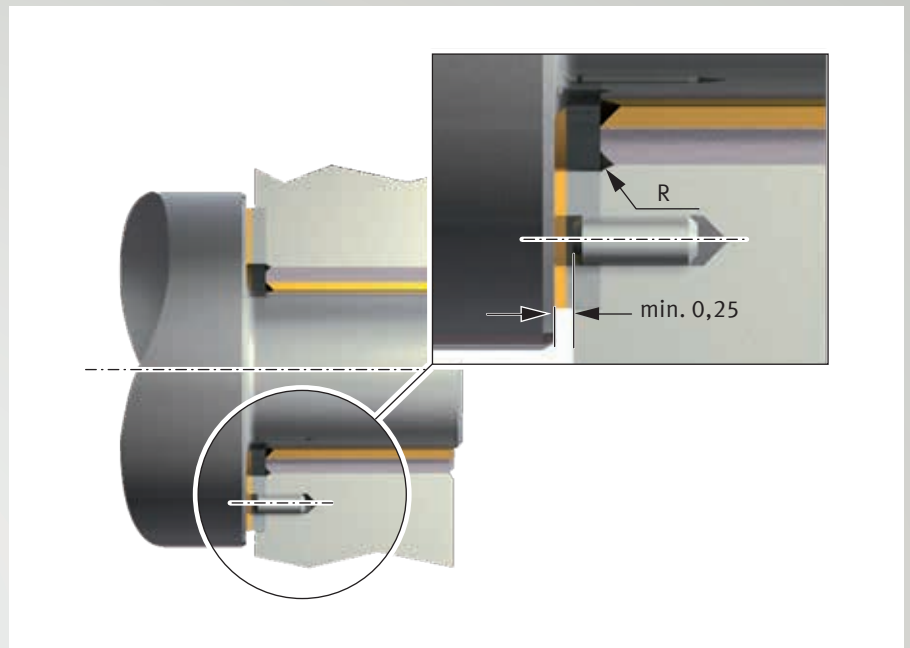

Abb. 41: Befestigen einer Anlaufscheibe PAW in einer Ausnehmung im Gehäuse
- konzentrischer Sitz wird durch Ausnehmung im Gehäuse gesichert (Abb. 41)
- unerwünschtes Mitdrehen wird mittels Passstift oder Senkschraube verhindert (Abb. 41 und 42)
- Schraubenkopf oder Passstift muss gegenüber der Laufläche um min. 0,25 mm zurückgesetzt sein (Abb. 41 und 42).